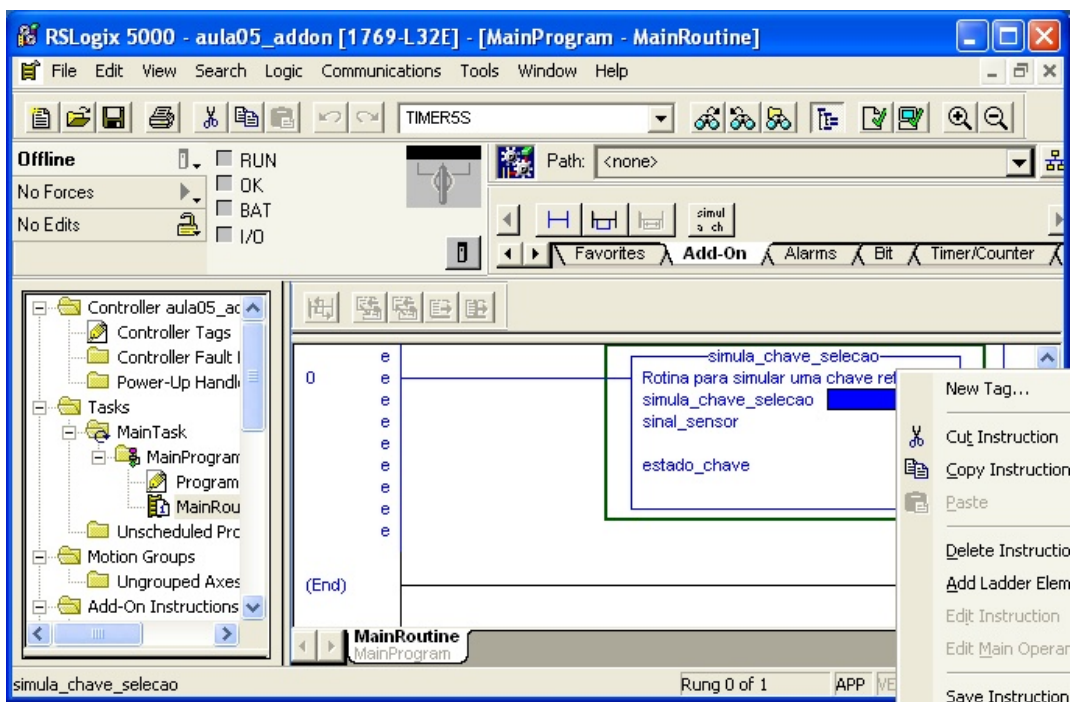
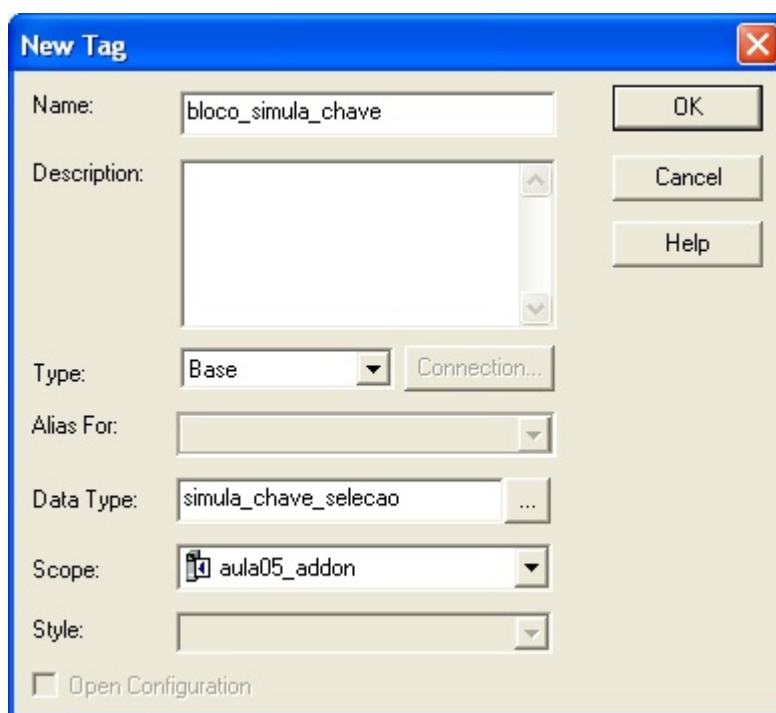

Figura 4: Definindo o *tag* para a instrução “add-on”
Figura 5: Janela de definição do *tag* da instrução “add-on”
- 2.5 Após a inserção da instrução “add-on” no programa *ladder*, é necessário definir o *tag* referente ao nome da instância desta instrução (campo *simula_chave_seleção*). Para tal, selecione este campo com o botão direito do *mouse* (figura 4) e, na janela que se abrir, defina um nome à sua escolha para a instrução, cuidando de não alterar os demais campos exibidos (figura 5):